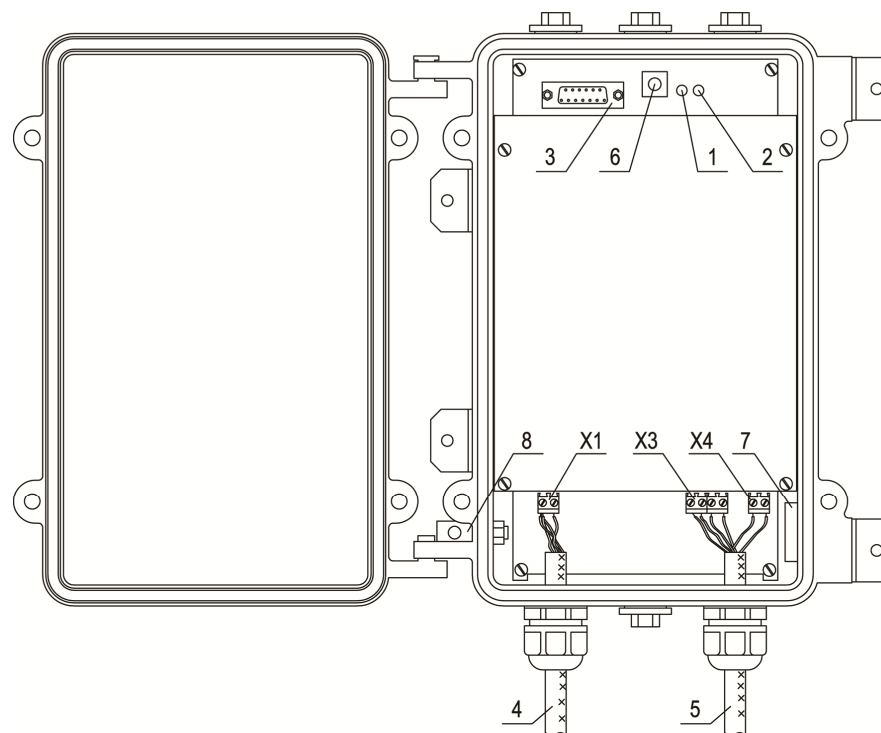

Рисунок 2.2. Блок электронный.
Конструктивно БЭ выполнен в герметичном корпусе, состоящем из двух частей: основания и крышки (рис. 2.2.). Крышка поворачивается относительно основания на двух петлях; плотное прилегание к основанию и герметизация внутреннего объема БЭ обеспечивается с помощью уплотнительной прокладки, расположенной на основании.
В нижней части платы электронной (вблизи гермовводов) расположены (рис. 2.2.):
В верхней части платы электронной расположены (рис. 2.2.):
- 3.1.2.4. Подключить БЭ к источнику напряжения 11,5 – 28,5 В постоянного тока. При этом светодиодные индикаторы **«Тревога»** и **«Неисправность»** (рис. 2.2.) могут засветиться на непродолжительное время. Окончание свечения индикаторов по прошествии 40 с с момента подачи питания будет косвенно свидетельствовать о правильности монтажа КЧЭ и готовности изделия к проверке его функционирования.
- Если индикатор **«Неисправность»** (рис. 2.2.) за это время не погаснет, то это свидетельствует о неисправности КЧЭ. Поиск и устранение неисправности производится в соответствии с разделом 5.3 настоящего РЭ.
- 3.2.1.3. Не ранее, чем через 1 мин после подачи питания на БЭ, нажать и отпустить кнопку **«TEST»** на плате БЭ. Наблюдать кратковременное (в интервале 1...5 с) свечение светодиода **«Тревога»**. С помощью мультиметра убедиться в размыкании (на это время) выходных контактов **«Т1»** и **«Т2»** колодки **«Х3»** на плате БЭ (рис. 2.2.).
- 3.2.1.5. Отсоединить от колодки **«Х1»** любой оконечный проводник чувствительного кабеля (центральный или экран). Наблюдать непрерывное свечение светодиода **«Неисправность»**. С помощью мультиметра убедиться в размыкании выходных контактов **«Т1»** и **«Т2»** колодки **«Х3»** (рис. 2.2.).
- 3.2.1.6. Закоротить проводником-перемычкой или металлическим предметом (например, пинцетом) контакты колодки **«Х1»**. Наблюдать непрерывное свечение светодиода **«Неисправность»**. С помощью мультиметра убедиться в размыкании выходных контактов **«Т1»** и **«Т2»** колодки **«Х3»** (рис. 2.2.).
- 3.2.1.7. Перевести переключатель **«ПИТАНИЕ»** в положение ВЫКЛ. С помощью мультиметра убедиться в размыкании выходных контактов **«Т1»** и **«Т2»** колодки **«Х3»** (рис. 2.2.).